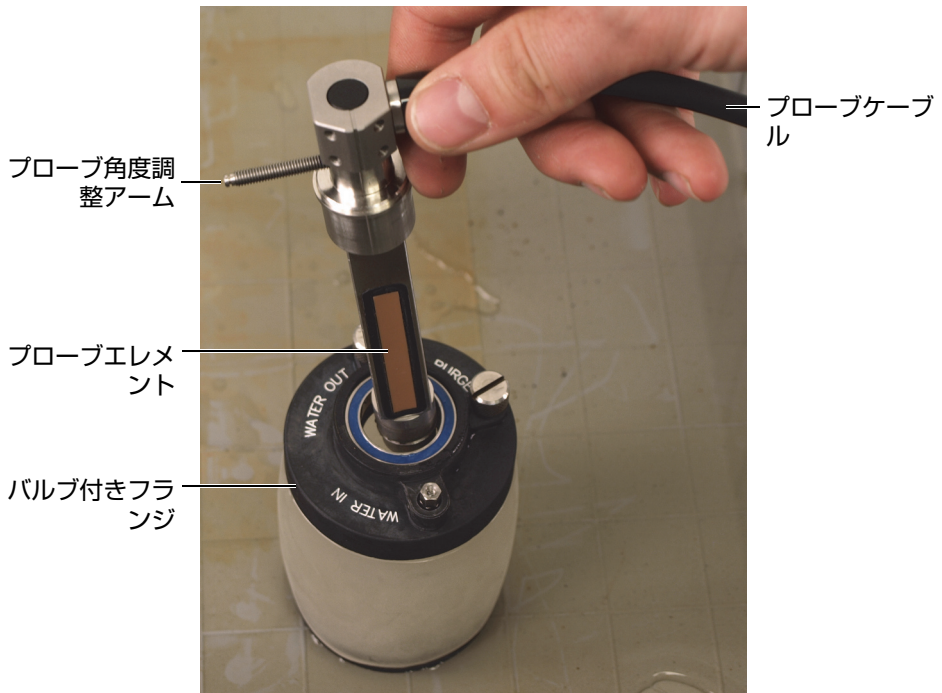

図 6-9 アコースティックホイール内へのプローブアックスルの挿入
1. 液体制御バルブの付いたフランジからプローブの入ったアクスルをアコースティックホイール内に挿入します（87 ページの図 6-9）。